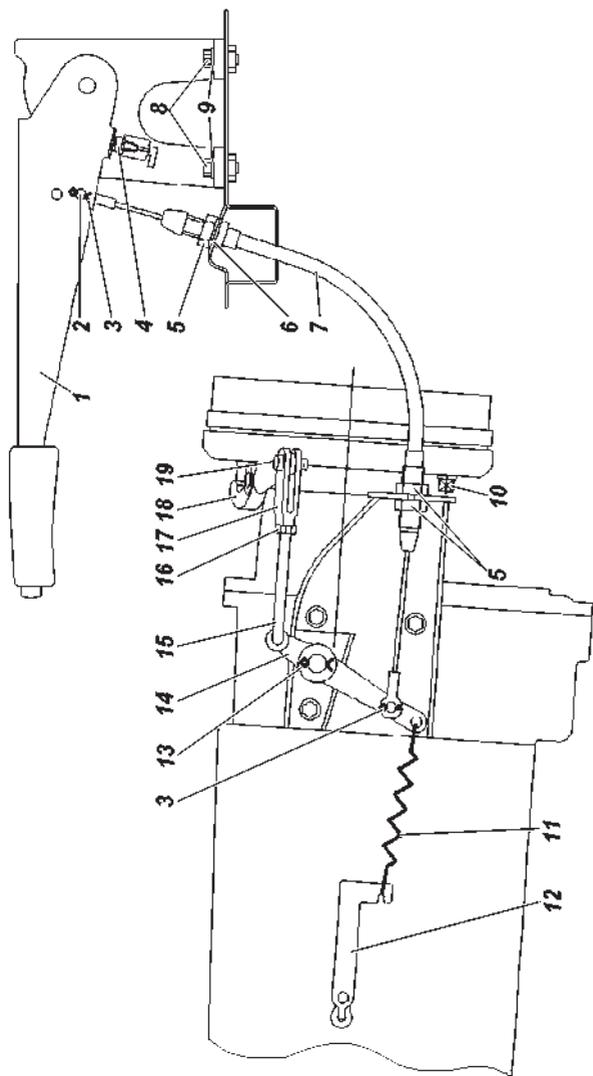

Рис. 9.35. Привод стояночного тормозного механизма:
2. Переместите рычаг стояночного тормоза 1 (рис. 9.35) в крайнее нижнее положение.